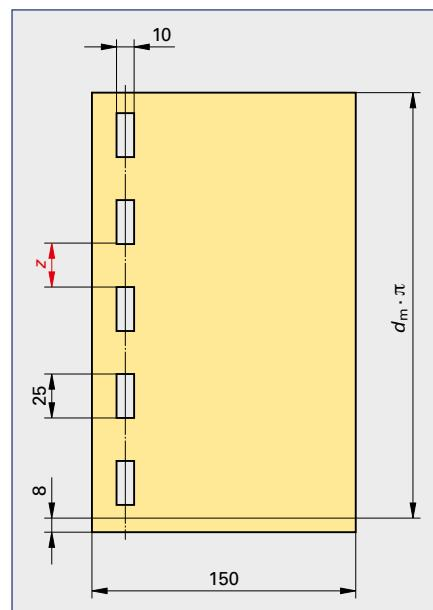

Bild 2
1. Die Bauteillänge der Winkel Pos. 3 (**Bild 2**) ist 100 mm.